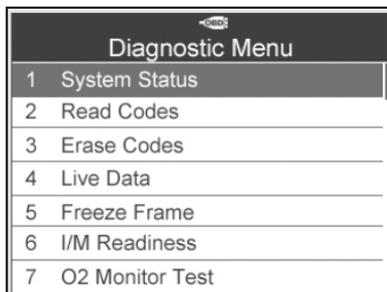

Imagen 6.3
- 1) Desde el **menú de diagnóstico**, utilice el botón de desplazamiento **ARRIBA/ABAJO** para seleccionar **leer códigos**, y pulse el botón **Y**. (Imagen 6.3)
- 1) Utilice el botón de desplazamiento **ARRIBA/ABAJO** para seleccionar **borrar códigos** en el **menú de diagnóstico**, y pulse el botón **Y**. (Imagen 6.3)
- 1) Para visualizar datos en tiempo real, utilice el botón de desplazamiento **ARRIBA/ABAJO** para seleccionar **datos en tiempo real** en el **menú de diagnóstico** y pulse el botón **Y**. (Imagen 6.3)
- 1) Para visualizar los datos de imagen fija, utilice el botón de desplazamiento **ARRIBA/ABAJO** para seleccionar **imagen fija** en el **menú de diagnóstico** y pulse el botón **Y**. (Imagen 6.3)
- 1) Utilice el botón de desplazamiento **ARRIBA/ABAJO** para seleccionar **I/M Readiness** en el **menú de diagnóstico** y pulse el botón **Y**. (Imagen 6.3)